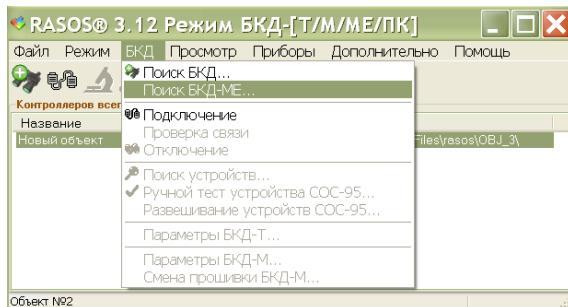

Рисунок 12 - Выбор команды «Поиск БКД-МЕ»
4) В открывшемся окне на вкладке «БКД» выбрать в меню «Поиск БКД-МЕ» (рисунок 12).
- 2) В открывшемся окне на вкладке «БКД» выбрать в меню «Поиск БКД-МЕ» (рисунок 12).